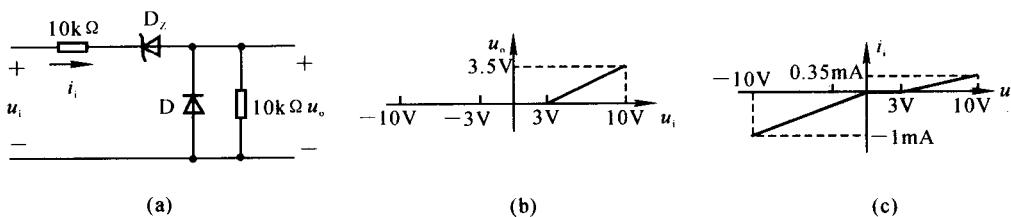

图 1.3.2
1.3.2 电路如图 1.3.2(a) 所示, 其中  $u_2 = 3$  V, 二极管压降视为 0, 求当  $u_i$  从  $-10$  V 变化到  $+10$  V 时,  $u_o$  及  $i_i$  如何变化, 并画出  $u_i - u_o, i_i - i_o$  波形图。
$u_i - u_o, i_i - i_o$  波形图如图 1.3.2(b), (c) 所示。